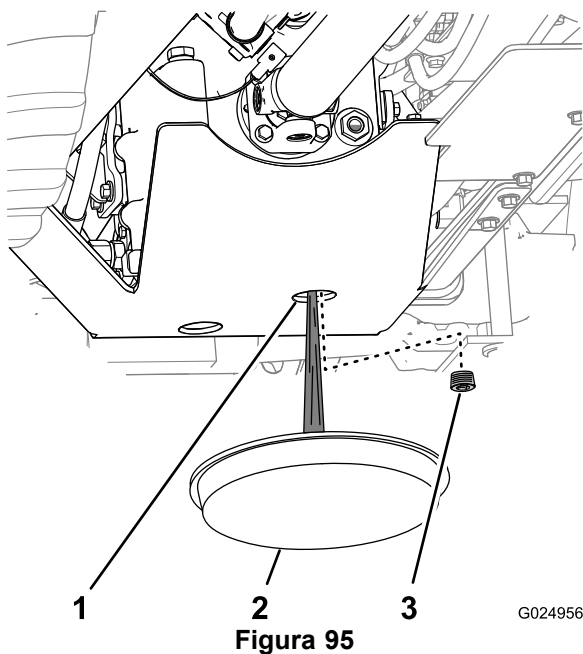

Figura 95
2. Posicione uma bandeja de drenagem sob o orifício dianteiro na proteção da transmissão (Figura 95).
3. Através da proteção da transmissão, limpe a área em torno do bujão de drenagem da transmissão (Figura 95).